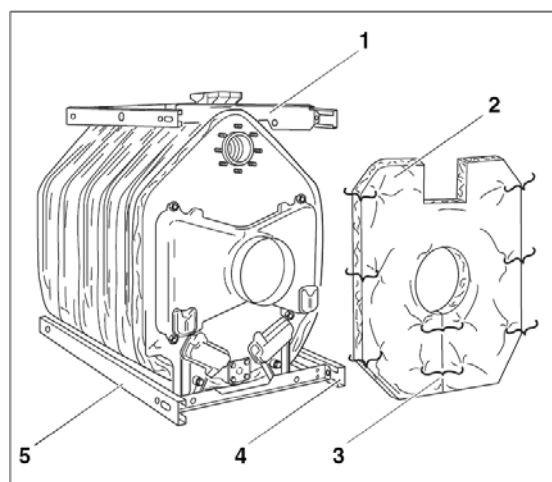

Fig. 38
- De nedre längdskenorna (Fig. 38, **pos. 4 och 5**) skruvas likaledes fast på sidan av tvärskenorna med hjälp av plåtskruvar med böjarna inåt och de långa hålen vända bakåt.
- Tryck isoleringen till baksektionen (Fig. 38, **pos. 2**) in över rökgasstosen. Utskarningen till pannreturledningen ska vara vända uppåt.
- Sätt fast baksektionens isolering på den bakre skenan ovanför med två spännfjädrar (Fig. 38, **pos. 1**).
- Stäng öppningen under rökgasstosen med spännfjädrar (Fig. 38, **pos. 3**).